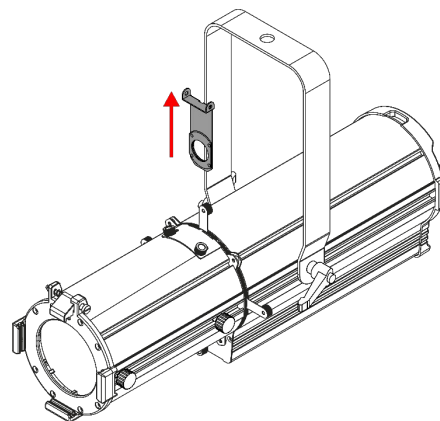

Fig. 18
- 03) Estrarre il **supporto gobo (12)** dalla fessura gobo (vedere Fig. 18).